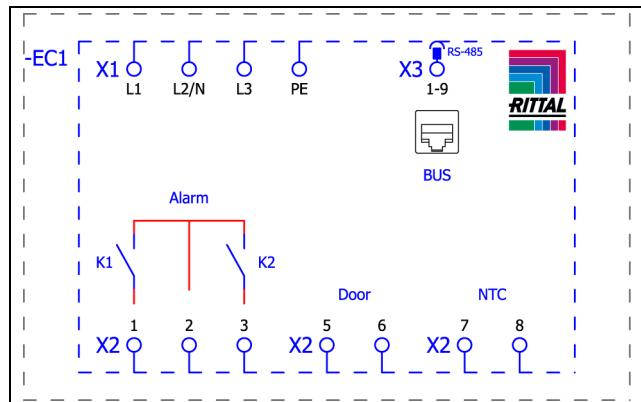
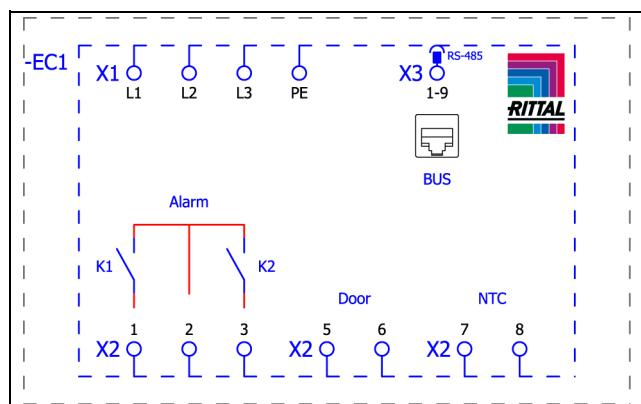

Abb. 17: Schaltplan SK 3184837, SK 3185x3x, SK 3186x3x und SK 3187x3x
Abb. 18: Schaltplan SK 3188x4x und SK 3189x4x
- Entnehmen Sie aus dem Versandbeutel den Netzstecker und stellen Sie gemäß der zugehörigen Anschlusskennzeichnung die Netzversorgung her (Abb. 17 bzw. Abb. 18).